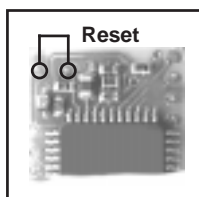

Bild 3.6
- ① Steuergerät auf 'STOP' stellen = Digitalspannung ausgeschaltet
- ② Die in Bild 3.6 angegebenen Testpunkte mit einem leitenden Gegenstand (z.B. einer Pinzette) überbrücken.